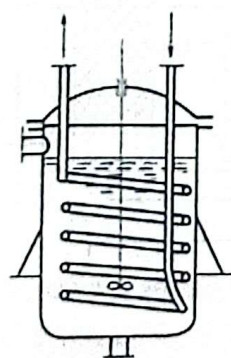
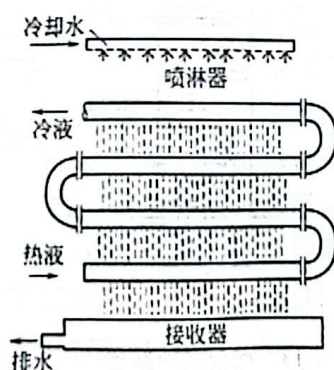

图 4-17 沉浸式蛇管换热器
图 4-18 喷淋式蛇管换热器
(3) 蛇管式换热器 主要部件是盘成螺旋形或其他形状的直管。它又分为两种,一种是沉浸式,如图 4-17 所示;另一种是喷淋式,如图 4-18 所示。